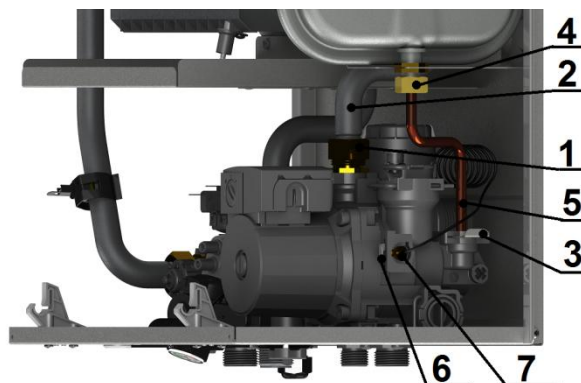
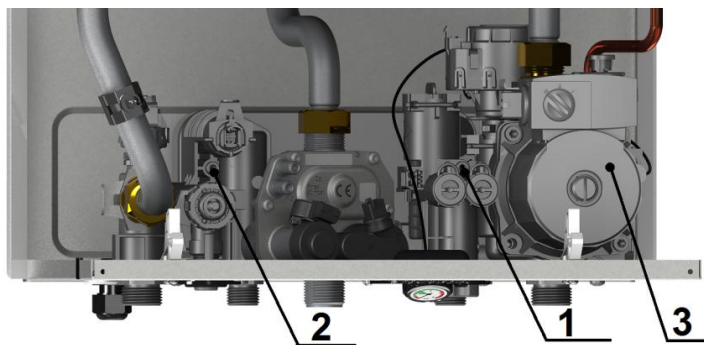

Рис. 16 Демонтаж гидроблока
Рис. 17 Демонтаж гидроблока
- ключом на 30 отвернуть гайку (1) и отвести в сторону трубу выхода КО (2), см. рисунок 16;
- отсоединить трубку бака (5), вытащив скобу крепления (3) и ключом на 22 отвернув гайку (4);
- отсоединить штуцер манометра (7), вытащив скобу крепления штуцера (6) из корпуса насоса;
- отвернуть винт (1) и ослабить винт (2) крепления вторичного теплообменника, см. рисунок 17;
- извлечь гидроблок (3) вместе с насосом, потянув его с небольшим усилием вверх и вправо.